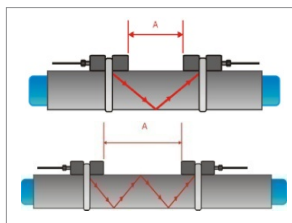

Рис. 3. Зеркальный режим
Расходомер использует четное число проходов. Это наиболее удобный режим установки, поскольку расстояние до преобразователя можно легко менять, а датчики можно легко регулировать. По возможности используйте данный режим (Рис. 3).
- Четное число проходов: датчики находятся на одной стороне трубы (Рис. 3).
- Для правильной установки датчиков на необходимой стороне трубы используйте показанное число проходов (см. рис. 3 и 4).